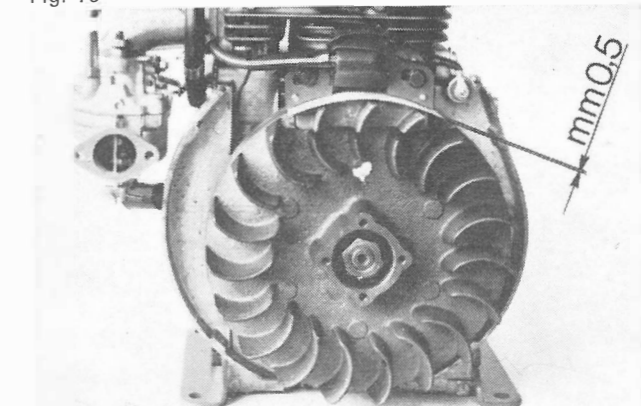

Fig. 77
- Durch Darzwischenlegen eines 0,5 mm dicken Kartons, Schwungrad und Zündspule Zwischenraum gleichzeitig einstellen (Abb. 77).